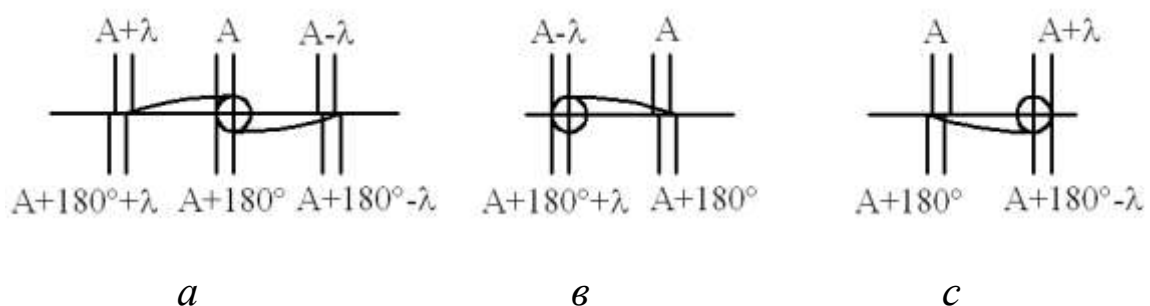

Рис. 9. Схема совмещения штрихов
5. Барабанчиком оптического микрометра выполняют разведение и точное совмещение штрихов установки лимба A и $A+180^\circ$ (рис. 9).